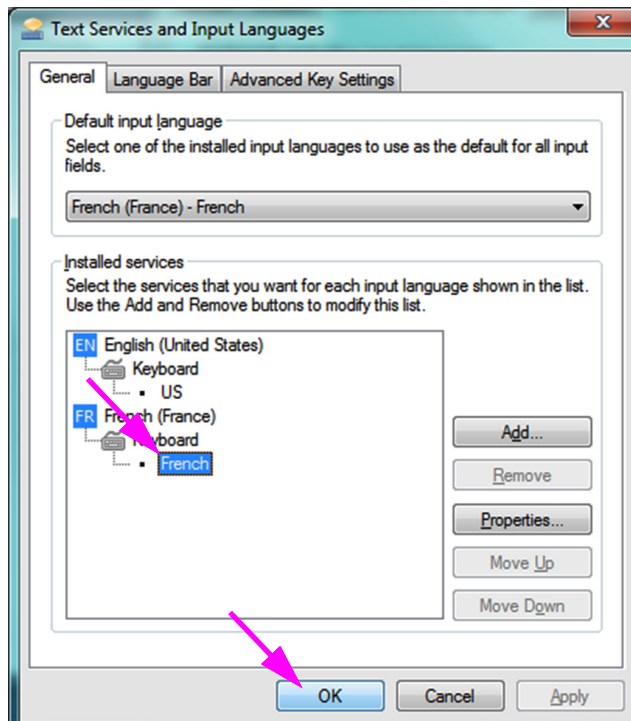

Figura C-11. Schermata Text Services and Input Language (Servizi di testo e lingue di input), scheda General (Generale)
7. Fare clic sulla scheda **General (Generale)** (vedere la Figura C-11) e usare la casella a scorrimento nella sezione Installed Services (Servizi installati) per selezionare la (nuova) tastiera desiderata, quindi fare clic sul pulsante **OK**.